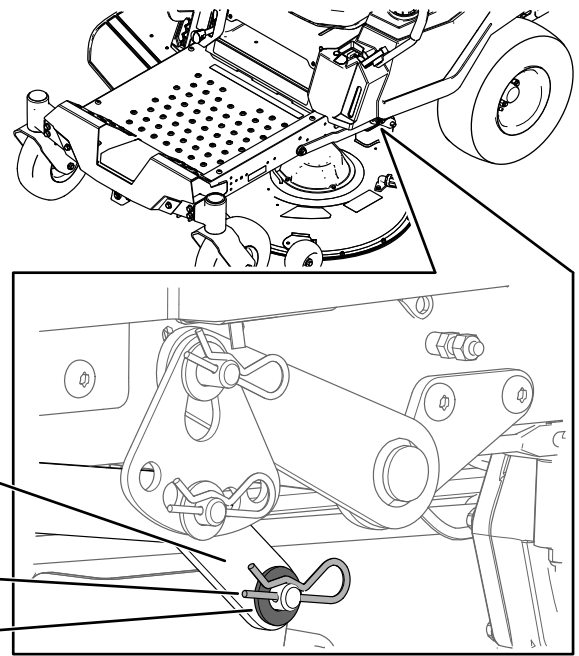

Figure 70
6. D'un côté de la machine, retirez la rondelle et la goupille fendue de l'axe du tablier (Figure 70).
7. Déposez le bras de levage de l'axe du tablier (Figure 70).
5. D'un côté de la machine, soulevez l'arrière du tablier de coupe et installez le bras de levage sur l'axe du tablier (Figure 70).
6. Installez le bras de levage avec la rondelle et la goupille fendue (Figure 70).